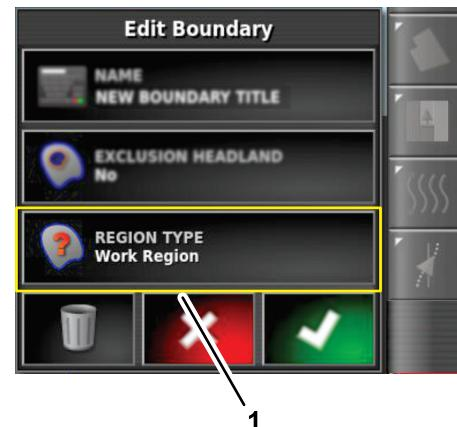

Figura 61
1. Nella finestra di dialogo Modifica confini, premete l'Icona TIPO DI REGIONE (Figura 61).